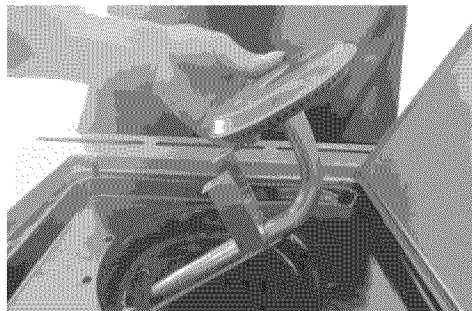

Fig. 11b
2. Afloje el quemador lateral del estante lateral y quítelo de la parte superior del orificio del quemador lateral como se indica en la **Fig. 11b**.